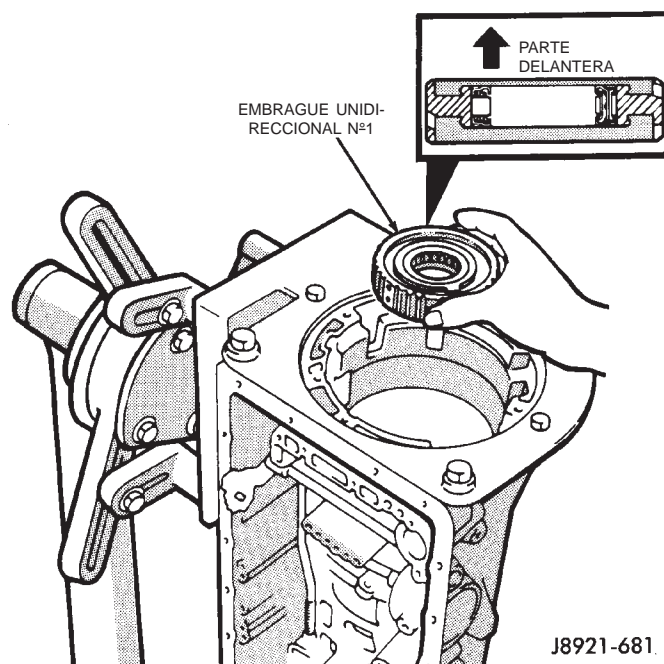

Fig. 137 Instalación del embrague unidireccional n°1
(27) Instale el embrague unidireccional n° 1 (Fig. 137), con el lado con reborde corto del embrague hacia arriba y hacia la parte delantera de la caja.